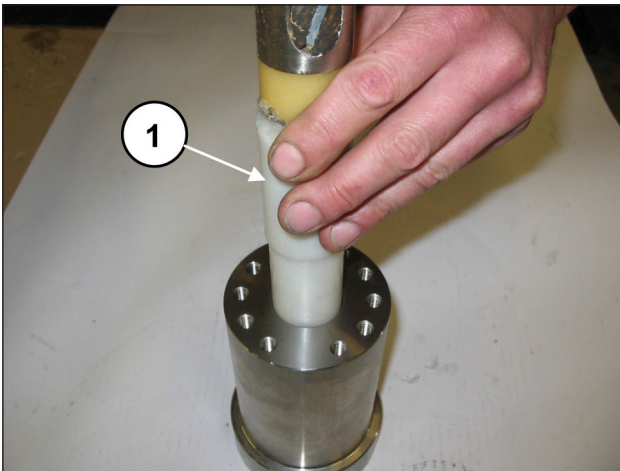
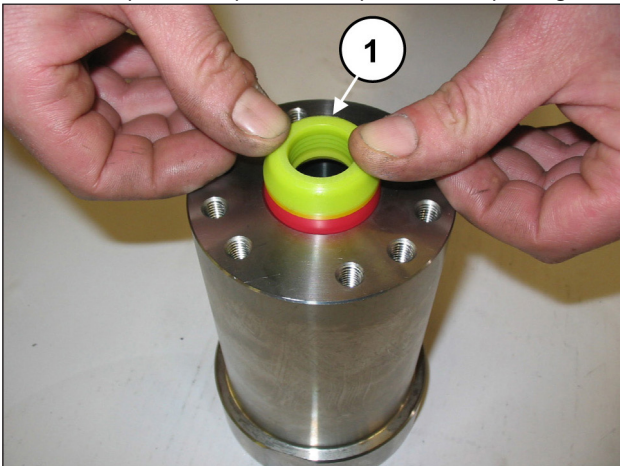
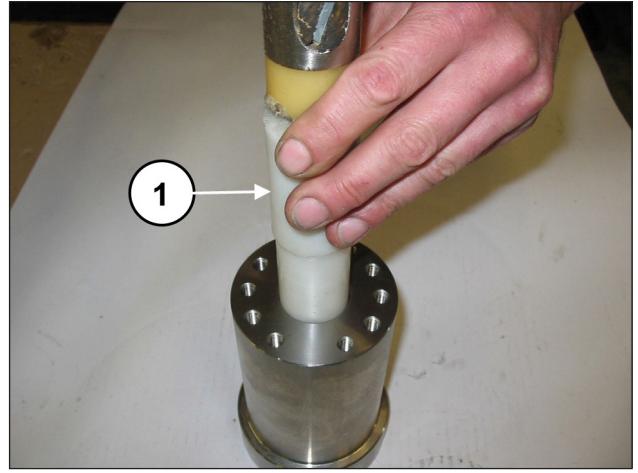

Fig. 117
Fig. 118
Fig. 119
**Pour installer correctement la douille en position axiale, utiliser l'outil (réf. 27921100 pour SM14, réf. 27921200 pour SM16, réf. 27921300 pour SM18, réf. 27911200 pour SM20, réf. 27911400 pour SM22, réf. 27911500 pour SM24) (rep. ①, Fig. 117 et Fig. 118).**
Introduire le lot H.P. (haute pression) (rep. ①, Fig. 118 vu la légère interférence entre le joint et la chemise, pour éviter tout dommage, il est conseillé d'utiliser l'outil (réf. 27673200 pour SM14, SM16 et SM18, réf. 27673300 pour SM20, pour SM22 et pour SM24) (rep. ①, Fig. 119).